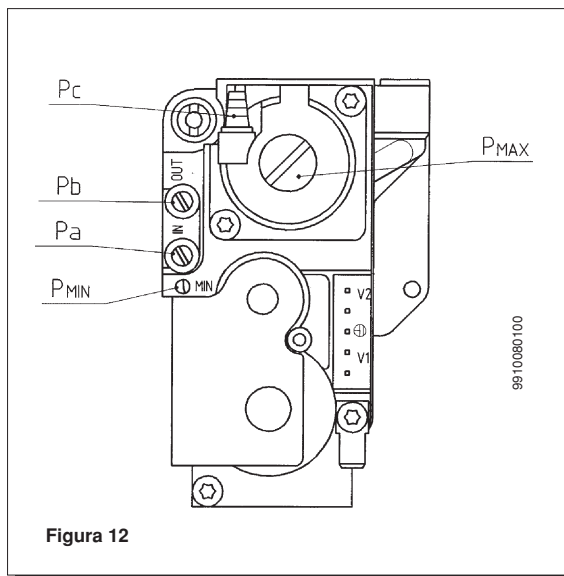

Figura 12
- collegare la presa di pressione positiva di un manometro, possibilmente ad acqua, alla presa di pressione (Pb) della valvola del gas (figura 12);
- aprire il rubinetto gas e ruotare la manopola (1) predisponendo la caldaia in posizione Inverno (❄️);
- togliere il tappo presente sulla valvola gas ed agire sulla vite del regolatore di pressione (Pmax) di figura 12 fino ad ottenere i valori di pressione indicati nella tabella 1 a pagina 17;
- verificare che la pressione dinamica di alimentazione della caldaia, misurata alla presa di pressione (Pa) della valvola del gas (figura 12) sia quella corretta (30 mbar per il gas butano, 37 mbar per il gas propano o 20 mbar per il gas naturale);
- Posizionare il selettore Estate/Inverno (1) in posizione (0);
- posizionare il selettore (1) in Inverno assicurandosi che ci sia richiesta calore;
- agire sulla vite (Pmin) della valvola gas (figura 12) fino a raggiungere il valore di pressione corrispondente alla potenza ridotta (tabella 1 di pagina 17). Tale operazione deve essere effettuata entro un tempo di 25 secondi trascorso il quale la caldaia riprende il normale funzionamento.
- conectar la toma de presión positiva de un manómetro diferencial, posiblemente de agua, a la toma de presión (Pb) de la válvula del gas (figura 12). Conectar, sólo para los modelos a cámara estanca, la toma negativa del mismo manómetro a un especial "T" que consienta conectar entre ellos la toma de compensación de la caldera, la toma de compensación de la válvula del gas (Pc) y el manómetro mismo. (Se puede efectuar una medición equivalente conectando el manómetro a la toma de presión (Pb) y sin el panel frontal de la cámara estanca); Una medición de la presión en los quemadores efectuada con métodos diferentes a los descritos podría resultar incorrecta, dado que no tomaría en cuenta la depresión creada por el ventilador en la cámara estanca.
- abrir el grifo gas y hacer girar el botón (1) predisponiendo la caldera en posición Inverno (❄️);
- quitar el tapón presente en la válvula del gas y tocar el tornillo del regulador de presión (Pmax) de figura 12 hasta obtener los valores de presión indicados en la tabla 1 en página 17;
- controlar que la presión dinámica de alimentación de la caldera, medida en la toma de presión (Pa) de la válvula del gas (figura 12), sea correcta (28 mbar para el gas butano, 37 mbar para el gas propano o 20 mbar para el gas natural);
- Ubicar el selector Verano/Invierno (1) en posición (0);
- ubicar el selector (1) en Invierno asegurándose que haya demanda de calor;
- tocar el tornillo (Pmin.) de la válvula de gas (figura 12) hasta alcanzar el valor de presión correspondiente a la potencia reducida (Tabla 1 de página 17). Esta operación debe ser realizada dentro de un tiempo de 25 segundos luego de que la caldera retoma el funcionamiento normal.